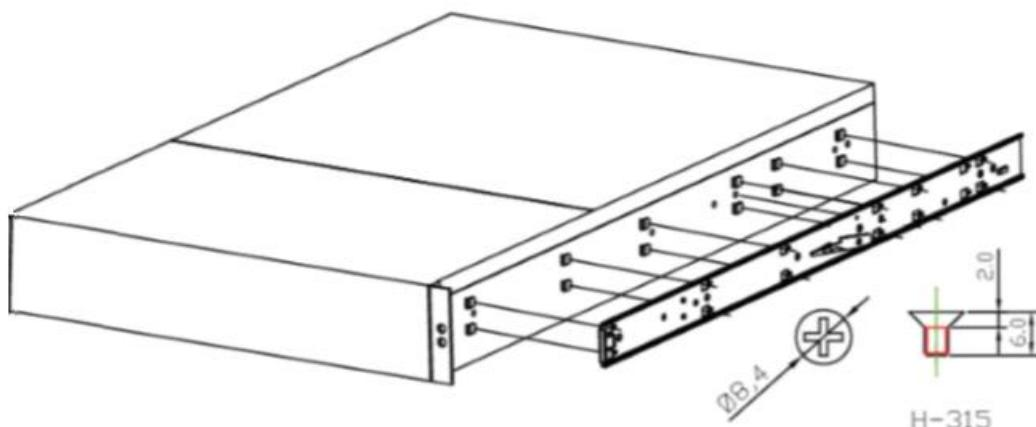

Рисунок 147 - Крепление элементы направляющей к корпусу
- 1) Совместить шасси с прямоугольными вырезами и заранее сформированным штыками на стороне шасси. После того как все штыки правильно войдут в вырезы, закрепить шасси винтами из комплекта поставки (см. Рисунок 147).